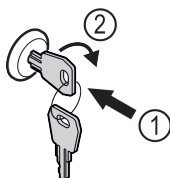

Fig. 167
- ▶ Inserire la chiave Fig. 167 (1).
- ▶ Ruotare la chiave di 90° in senso orario Fig. 167 (2).